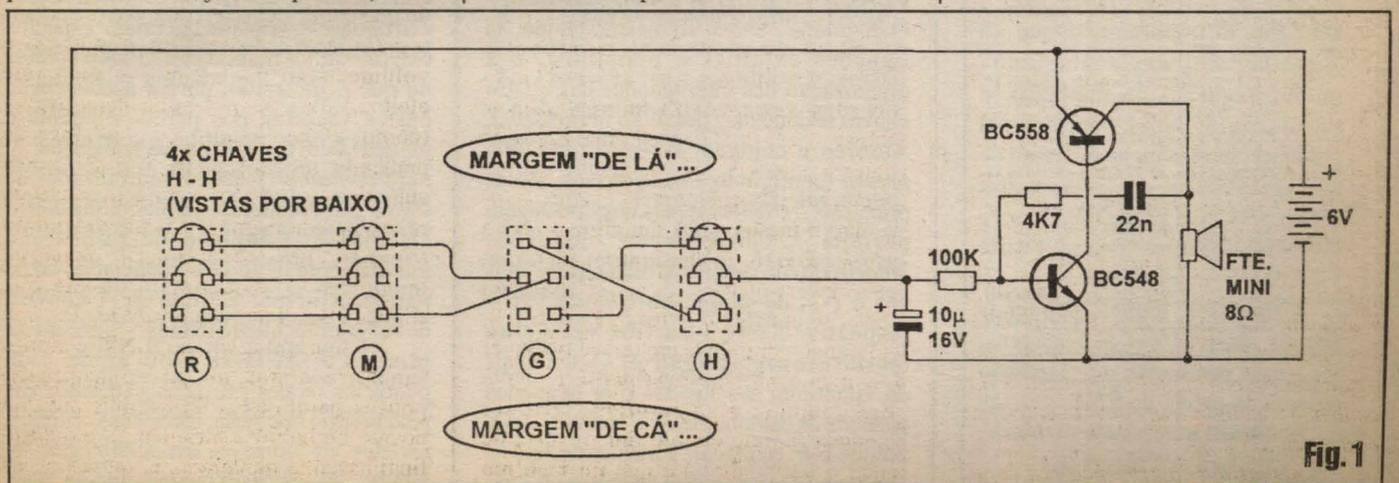

Fig. 1
**- FIG. 1 - DIAGRAMA ESQUEMÁTICO DO CIRCUITO** - Toda a lógica do jogo está contida apenas num cuidadoso arranjo de interligação dos terminais das quatro chaves H-H (2 polos x 2 posições - por uma questão de praticidade e uniformidade visual do painel de jogo - embora algumas delas também pudessem ser de 1 polo x 2 posições...), que codifica os movimentos *legais* e *ilegais* com precisão... No diagrama (misto de *esquema* e *chapeado*...) as ditas quatro chavinhas são vistas por baixo, com claras indicações de quais terminais são interligados e quais as conexões ao pequeno módulo eletrônico que completa o ENT... Este é formado por um simples oscilador com dois transistores complementares (uma espécie de *flip-flop* simplificado, graças ao uso de transistor PNP - BC558, e NPN - BC548...), cuja frequência básica é determinada pelos valores dos componentes da rede única de realimentação, resistor de 4K7 e capacitor de 22n (resulta num tom de áudio na faixa aguda do espectro...). Pela disposição do arranjo, a oscilação apenas pode ocorrer se o transistor BC548 receber polarização positiva de base (mesmo estando o circuito permanentemente alimentado pelos 6 volts provenientes do conjunto de pilhas...). Essa
*por baixo*, pelo lado dos seus terminais...) rigorosamente de acordo com o esquema mostrado (em dúvida, revejam a FIG. 1...), os terminais centrais da H-H correspondente à *raposa (R)* devem ser ligados ao ponto R do impresso, e os pinos centrais da chavinha H (de *homem...*) são ligados ao ponto H da placa... É bom notar que as inter-ligações das chaves talvez sejam de realização mais prática se forem feitas já com as quatro H-H definitivamente instaladas no painel de jogo, nas posições escolhidas pelo montador (na próxima figura, teremos detalhes a respeito...). De qualquer modo, é sempre bom evitar conexões (cabagens...) desnecessariamente longas (o que, além de *feio*, costuma ensejar problemas futuros de maus contatos, quebra de fios, etc.).